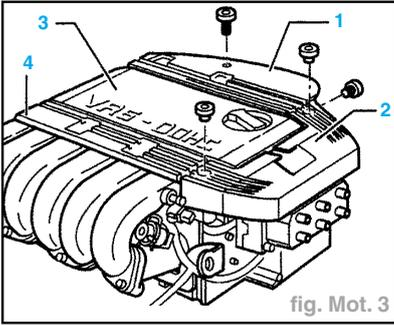

fig. Mot. 3
- Déposer les guides de câbles d'allumage (1, 2 et 4) (fig. Mot. 3).
- Déposer le cache (3) placé au-dessus de la partie supérieure de la tubulure d'admission.